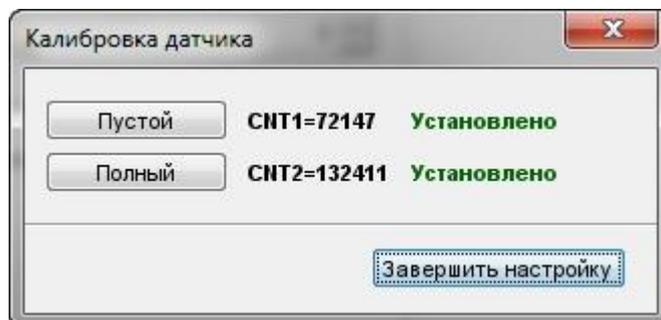

Рис. 2.16 Установка верхнего и нижнего пределов уровня (б)
6. В окне программы (см. Рис. 2.16) нажмите кнопку **Пустой**. Напротив кнопки **Пустой** появится надпись **Установлено**.